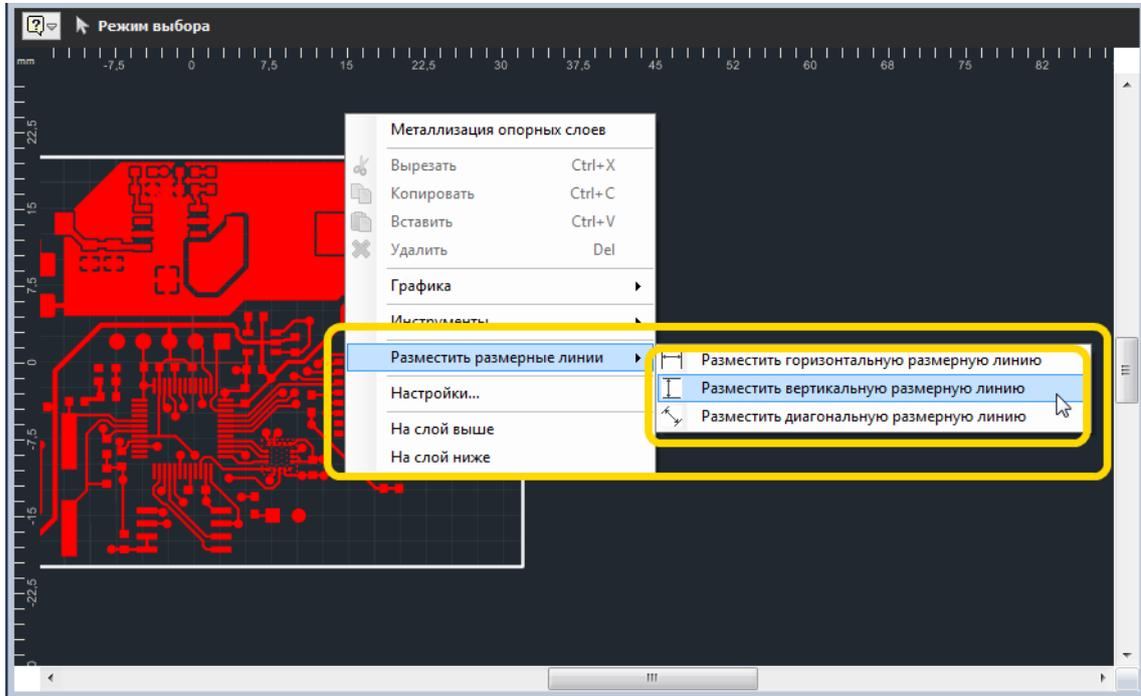

Рис. 184. Выбор типа размещаемой размерной линии
2. Вызвать контекстное меню и перейти в пункт «Разместить размерную линию». Далее выбрать тип размещаемой размерной линии, см. Рис. 184.